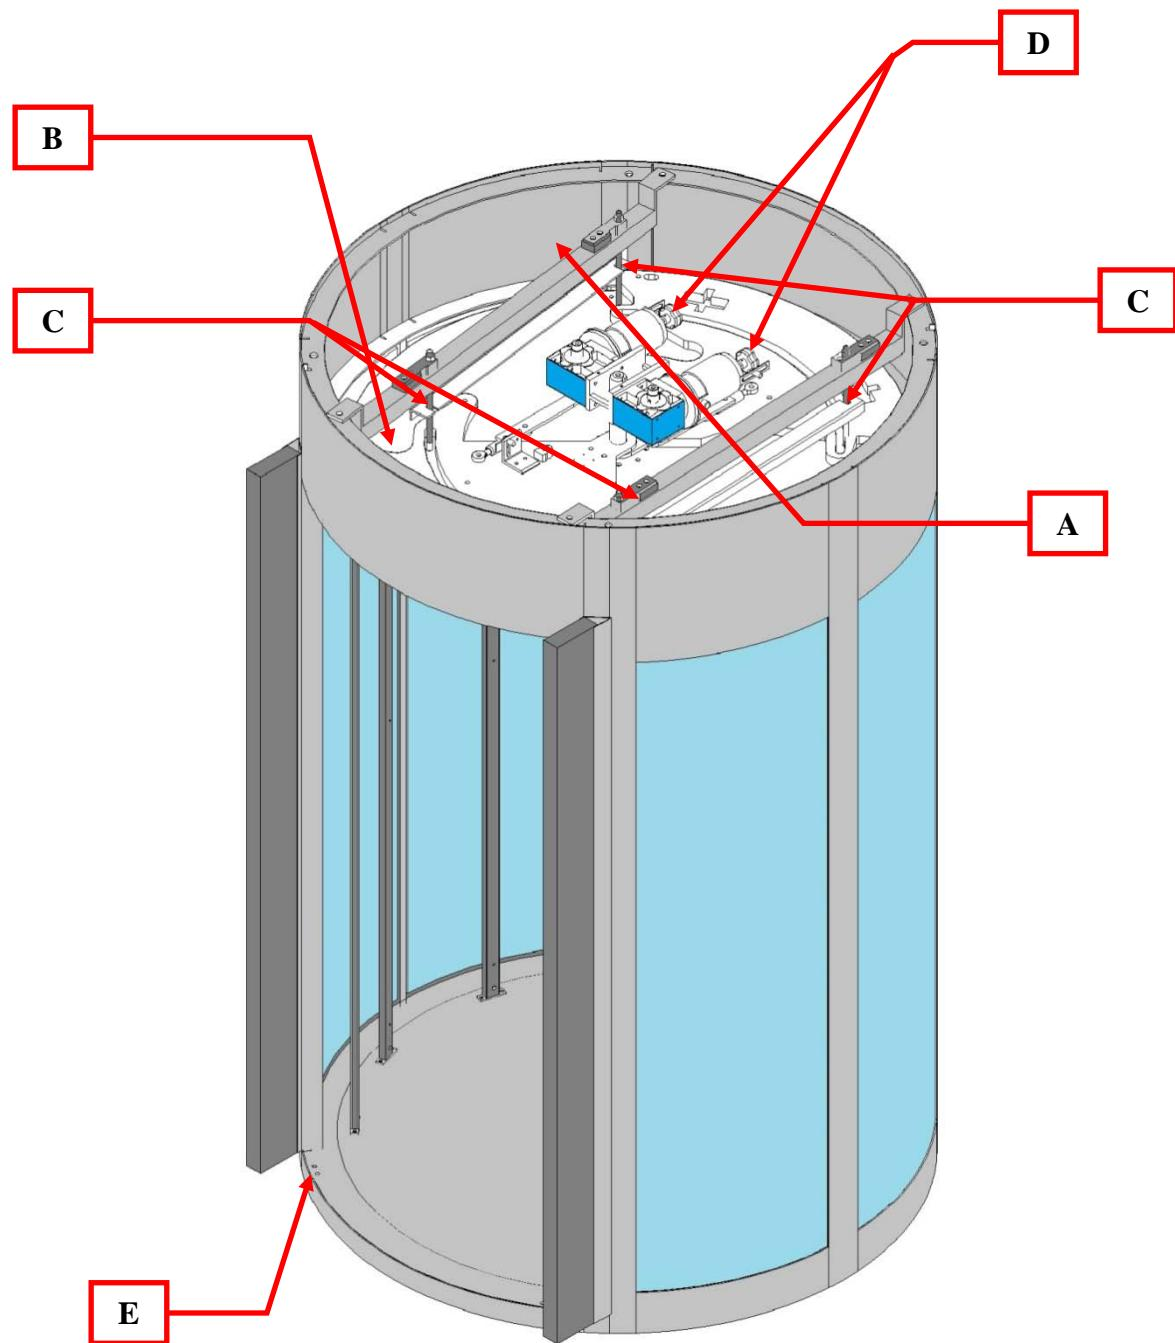
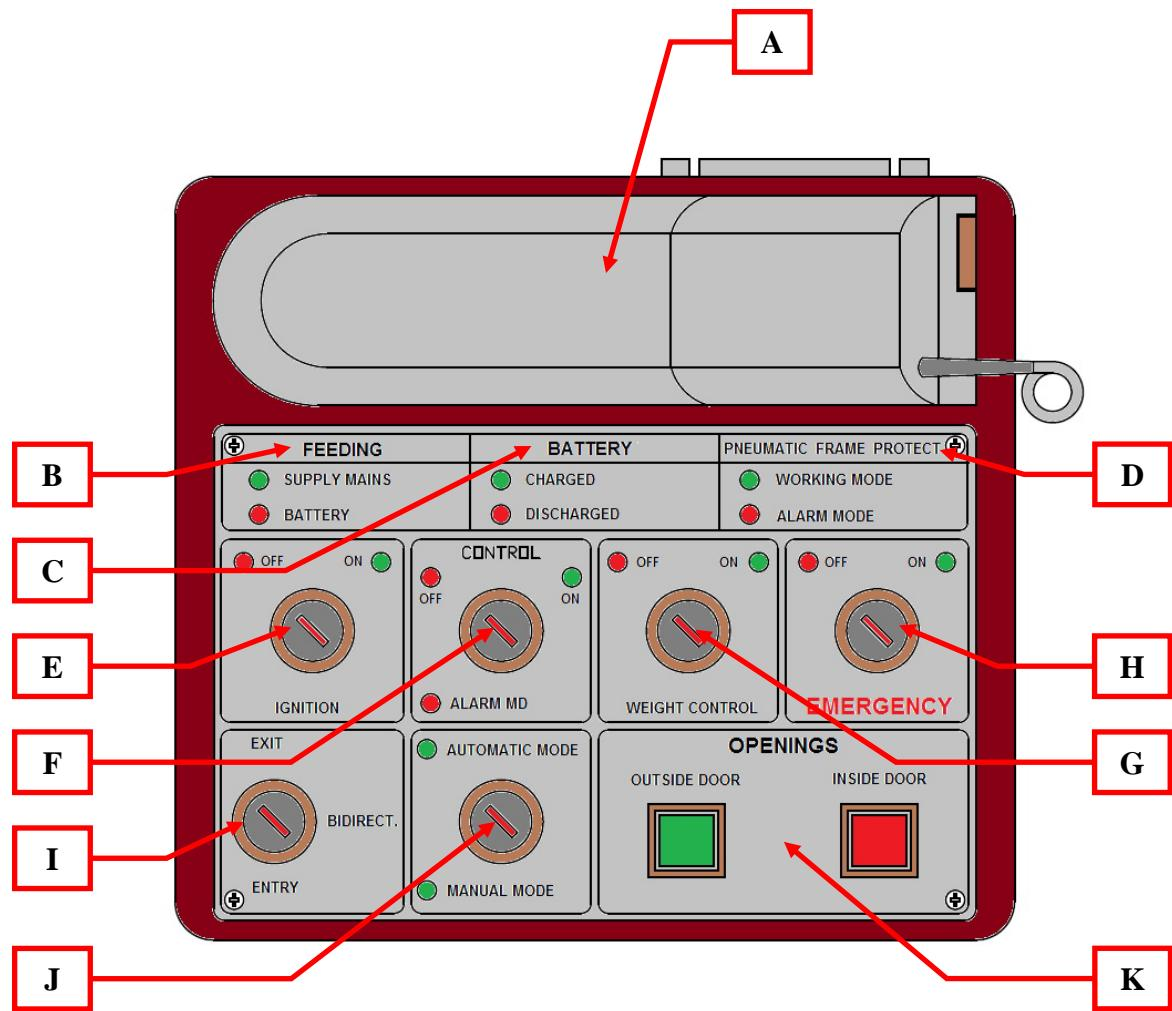

Рис. 1
Рис. 2
- Прикрепите дверь для обеспечения безопасности к полу, таким образом, чтобы она была выровнена и не колебалась. Для того чтобы стабилизировать дверь для обеспечения безопасности, снимите четыре резиновых протектора под рамой основания (см. рис.1., ссылка L) и отрегулируйте стабилизирующие ножки. Для того чтобы завинтить или отвинтить ножки необходим ключ с торцевой головкой на 6 мм (рис.1. ссылка I). Устойчивость двери для обеспечения безопасности на полу имеет фундаментальное значение для корректной работы.
- Проложите кабель электропитания ($2 \times 2.5 \text{ мм}^2 + \text{заземление}$) над крышей двери для обеспечения безопасности (см.рис. 1., ссылка N) и подсоедините его к выключателю сети, расположенному внутри верхнего отсека (см. рис. 1., ссылка D). Выключатель сети состоит из двух модулей. Первый выключатель отключает питание от электросети, а второй выключатель отключает батарейное питание.
- Проложите кабель консоли (пульта) (рис. 1., ссылка O) поверх крыши двери для обеспечения безопасности внутри кабельного желоба или внутри трубы соответствующих размеров вплоть до того места, где консоль (пульт) должна быть установлена.
- Ослабьте винты наверху крыши посередине двери для обеспечения безопасности, которые удерживают транзитную конструкцию во время транспортировки (рис. 1., ссылка E).
- Включите дверь для обеспечения безопасности с помощью главного выключателя (клавиша включения) на консоли (пульте) (рис. 2., ссылка E), а также используя клавишу, расположенную на наружной стороне передней секции двери для обеспечения безопасности (рис. 1., ссылка M).
Если прерывание продолжается дольше 20 секунд, оптико-акустический сигнал тревоги генерируется в консоли (пульте) (неправильное функционирование, рис. 2., ссылка D), который предупреждает оператора о неисправности в этой системе предотвращения аварий.
Дверь для обеспечения безопасности может быть активизирована/дезактивирована с помощью клавиши "Включ.", расположенной на консоли (пульте) (рис. 2., ссылка Е) или с помощью клавиши, расположенной на внешней передней секции двери для обеспечения безопасности (рис. 1., ссылка М).
При закрытии помещения по завершении последнего прохода (выхода) можно дезактивировать дверь для обеспечения безопасности посредством использования клавиши, расположенной на внешней передней секции двери для обеспечения безопасности (рис. 1., ссылка М) (процедура "Последний Выход"). Это возможным только, если клавиша «Включ.» на пульте управления находится в положении «включено» (ON) (рис. 2., ссылка Е), независимо от позиций любых других клавиш или селекторных переключателей. При открытии помещения можно активировать дверь для обеспечения безопасности, используя ту же самую клавишу, расположенную на внешней передней секции (рис. 1., ссылка О) (процедура "Первый вход"). Эта процедура автоматически активизирует первый цикл открытия двери, которая может быть использована для реализации прохода типа «первый вход». Если по любой причине, включая возможное вмешательство металлодетектора, процедура прохода не завершается, то эта процедура может быть повторена посредством выключения и включения внешней клавиши снова.
Для того чтобы позволить кому-либо с металлическими предметами или оружием войти, для этого лица не нужно выходить из двери для обеспечения безопасности (если оно уже вошло внутрь), поскольку оператор может выключить металлодетектор с помощью клавиши, смонтированной на консоли (пульте) (рис. 2. ссылка F), после чего лицо (лица) может штатно войти внутрь.
Во время тех рабочих часов, когда необходимо предотвратить вход публики, достаточно выключить кнопку внешнего вызова двери. Для того, чтобы сделать это просто переключите клавишу, которая управляет типом режима на «РУЧНОЙ» (рис. 2. ссылка J).
Имеется специальная клавиша на консоли (пульте) (рис. 2., ссылка H) для выполнения одновременного открытия двух дверей для обеспечения безопасности.
В этом случае, откройте люк, расположенный на внутренней фронтальной поверхности над отсеком прохода (рис. 1., ссылка G), и посредством поворачивания специальных ручек, смонтированных на валу каждого двигателя (рис. 1., ссылка H) вращайте до тех пор, пока двери не откроются полностью. Для предотвращения аварий важно, всегда выполнять эту операцию, после дезактивации выключателя сети двери для обеспечения безопасности (рис. 1., ссылка D).
В случае необходимости разрешить одновременный проход двух человек, достаточно выключить орган управления, расположенный на консоли (пульте) (рис. 2., ссылка G).
Для восстановления нормального рабочего режима, необходимо выключить дверь для обеспечения безопасности с помощью клавиши, расположенной на консоли (пульте) (рис. 2., ссылка Е), а затем через несколько секунд включить ее снова.
В ссылках на рис. 2 указаны следующие функции пульта управления: